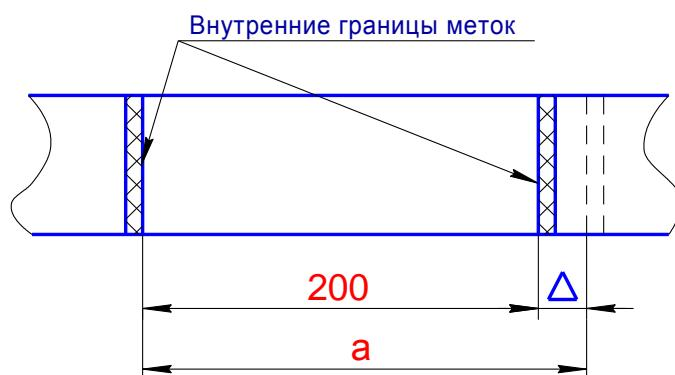

Рис. 28. Схема нанесения меток при натяжении нового ремня
- На прямолинейном участке ремня, уложенного на ровную плоскую поверхность, нанести две метки маркером на расстоянии 200 мм по внутренним границам меток согласно рис. 28.